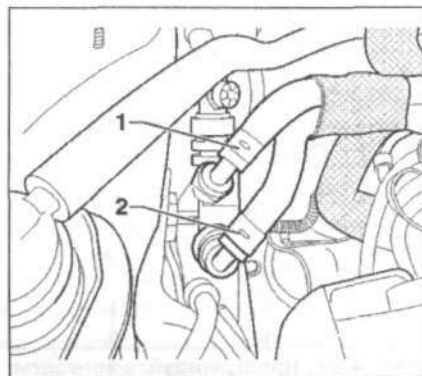

Рис. 4.40. Отсоедините топливопровод (с белой меткой) 1 и закупорьте его.
1. Отсоедините топливопровод (с белой меткой) 1 и закупорьте его (рис. 4.40).